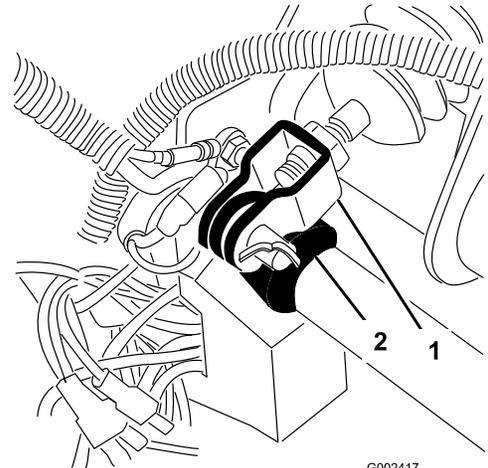

図 64
1. マスターシリンダ・ヨークをブレーキペダルのピボットに固定しているコッターピンとクレビスピンを取る (図 64)。
3. ヨークをマスターシリンダ・シャフトに固定しているジャムナットをゆるめる (図 64)。